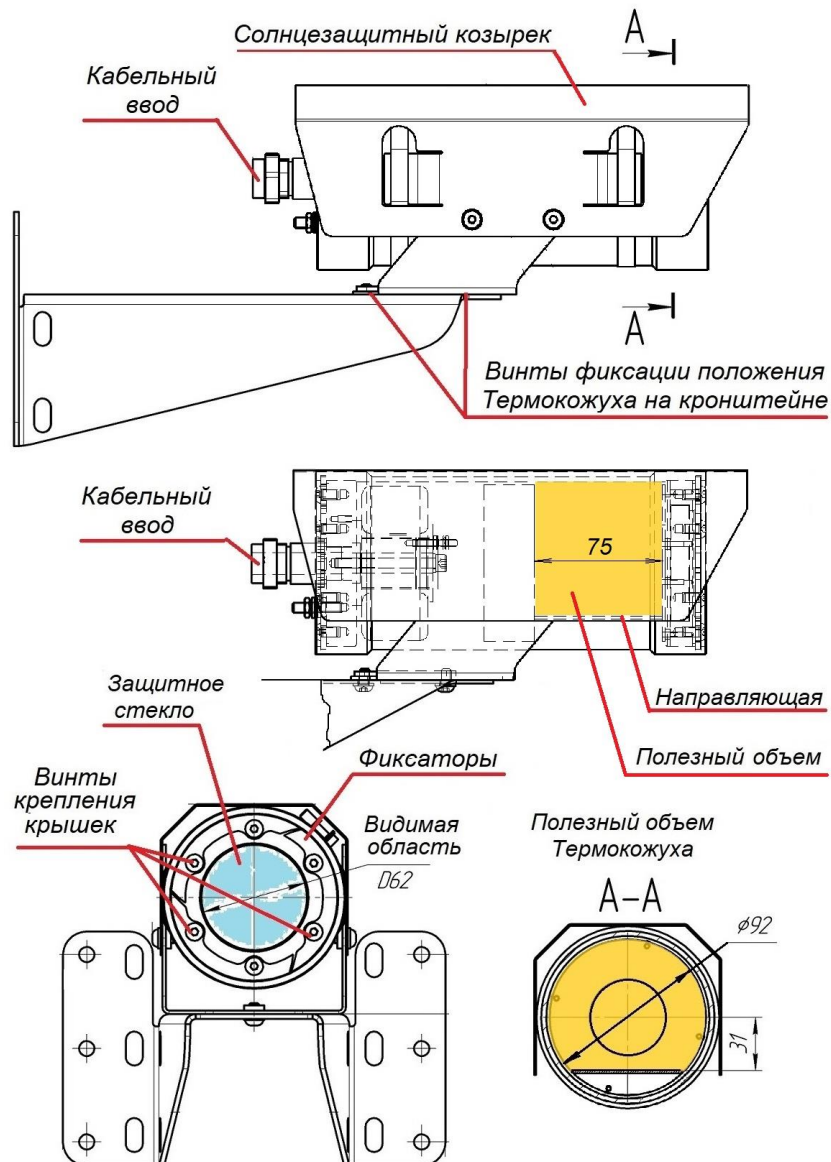

Рис. 3.2.1 Внешний вид термокожуха VSM-180Ex и назначение его конструктивных элементов
3.2 Внешний вид термокожуха и назначение элементов его конструкции приведены на рис.3.2.1.